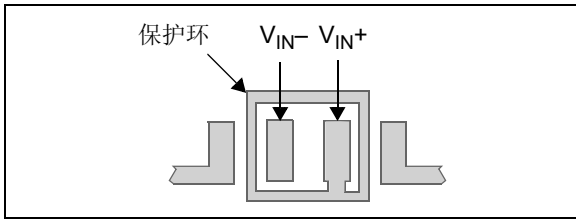

图 4-11: 保护环布局实例
要减小电路板表面泄漏电流，最简单的方法是在敏感的引脚（或走线）外围设置保护环。保护环的偏置电压与敏感引脚的偏置电压相同。图 4-11 所示为这种布局的一个实例。
2. 对于反相增益（图 4-11）和跨阻抗增益放大器（将电流转换为电压的放大器，如光电检测器）：